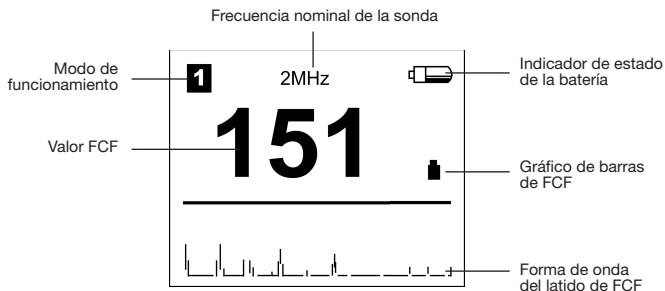

Fig. 3-4 Pantalla LCD
1. Encienda presionando el botón de encendido. La pantalla LCD se muestra como aparece en la Fig.3-4.